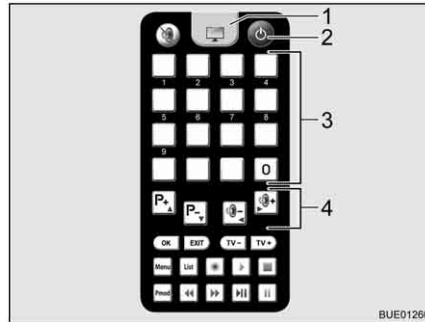

Bild 35 Fjärrstyrning TV-apparat
- Tryck på knappen "⏻" (Bild 35,2) på fjärrstyrningen till TV-apparaten. Systemet växlar till sökläge. En konstant signal ljuder.
- Tryck på TV-knappen (Bild 35,1) på fjärrstyrningen till TV-apparaten för att koppla om till TV-mottagning. Signalen tystnar. En bild visas på skärmen.
- Ställ in den önskade sändaren via lagringsknapparna (Bild 35,3) eller funktionsknapparna (Bild 35,4) på fjärrstyrningen till TV-apparaten.